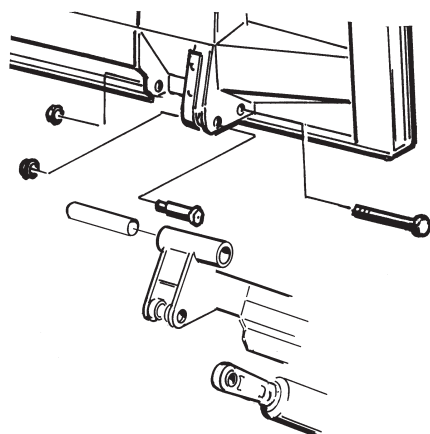

Figura 22. Montaje de puente de acero
1. Montar el puente de acero en los brazos y los cilindros del brazo segundo en el puente. **Utilizar los ejes 31283 y 31284.** Véase la Figura 22.